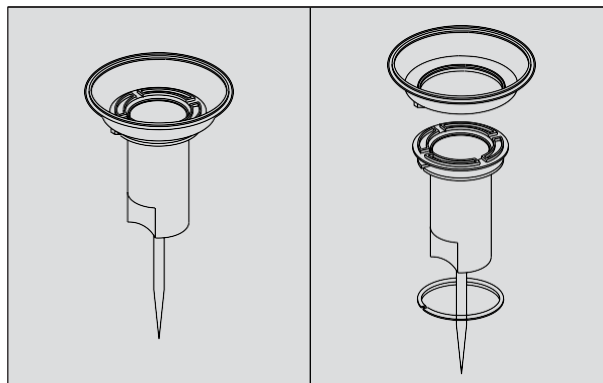

Fig.4.22
- Retire el anillo de la cortina y retire cuidadosamente el diafragma de la cortina. (Fig. 4.22)